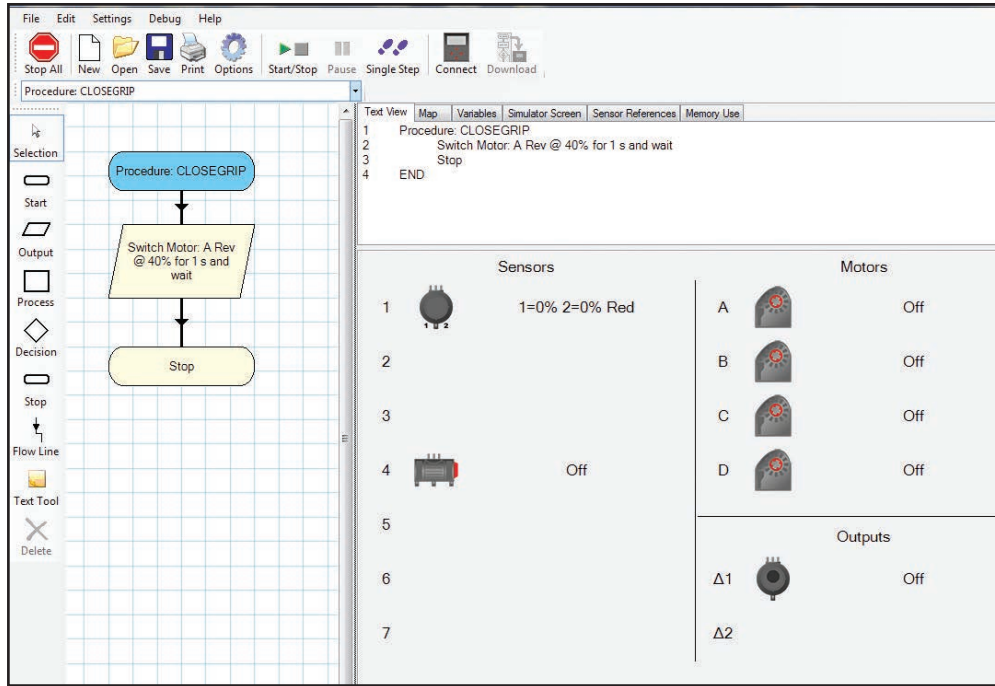

Figure 4b : Procédure « CLOSEGRIP [Serrer la prise] »
- La Figure 4b montre la logique de la procédure « CLOSEGRIP [Serrer la prise] » qui ferme la main du Robot's pour saisir la balle. Le moteur A tourne en avant à 40 % pendant 1 seconde pour saisir la balle.